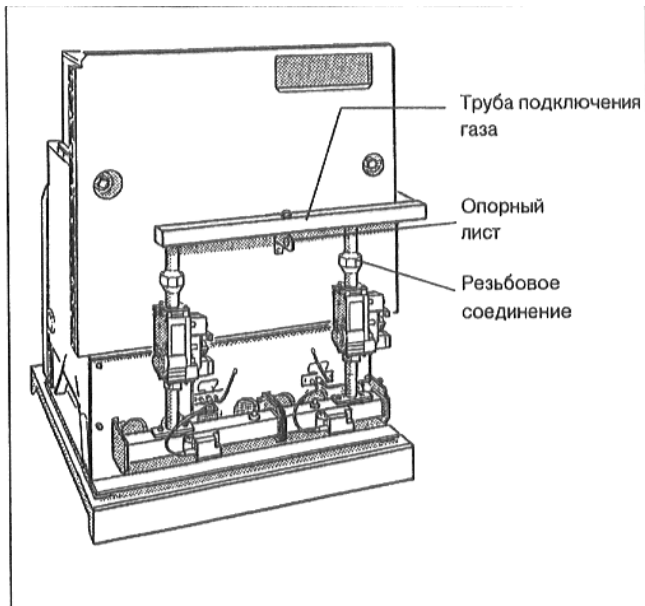

Рис. 24
- Вставить уплотнения и соединить трубу подключения газа посредством резьбовых соединений над арматурой с газовой горелкой (Рис. 24).
- Привинтить к промежуточной стенке опорный лист трубы подключения газа (Рис. 24).